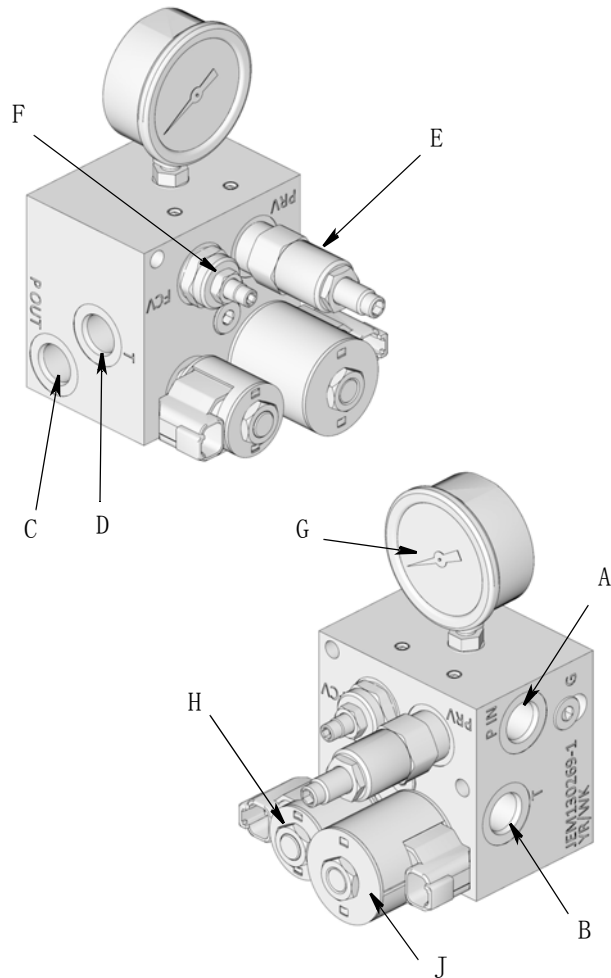
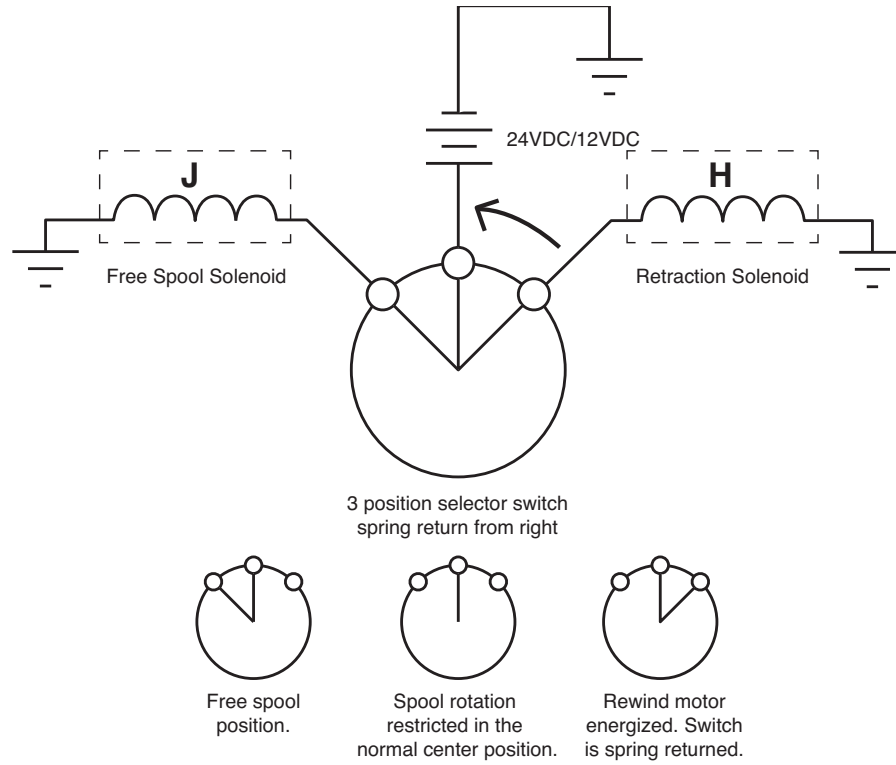
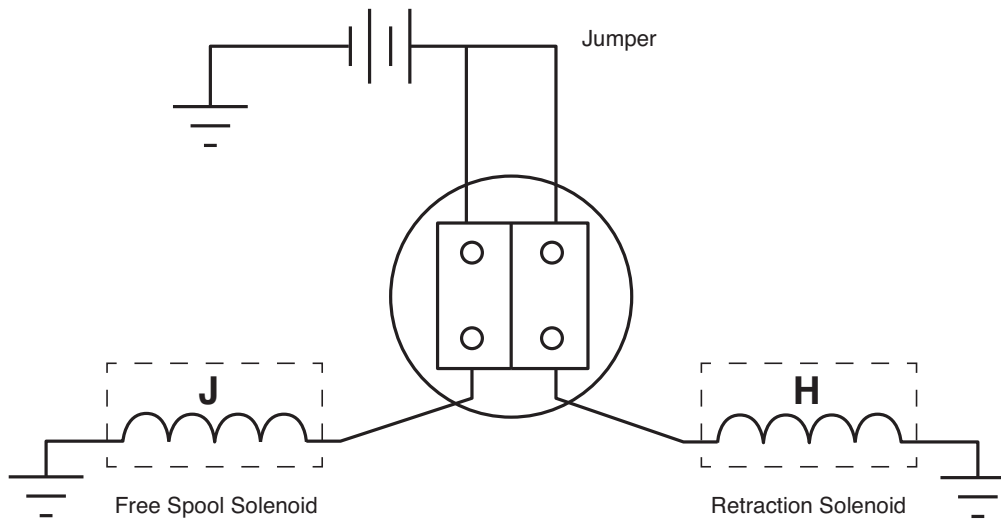

FIG. 19
FIG. 20
FIG. 21
1. 安装液压控制装置 (Graco PN 127224 - 12V 或 127225 - 24V)。请参见第 41 页“其他配件包”部分内容 (FIG. 19)。
- a. 将液压入口 (A) 连接至液压电源。
- b. 将油箱回油软管连接到油箱口 (B)。
- c. 将液压出口 (C) 与卷盘上相应的液压马达入口相连，以实现正确的旋转方向。
- d. 将油箱回油软管 (D) 与卷盘马达上的其他端口相连。
2. 如 (FIG. 20 和 FIG. 21) 所示，将开关装置与液压控制模块上的电磁阀以导线相连。
- 液压马达 - 液压马达中的逆向输入和油箱的回油管路 (请参见第 26 页的 FIG. 19)。